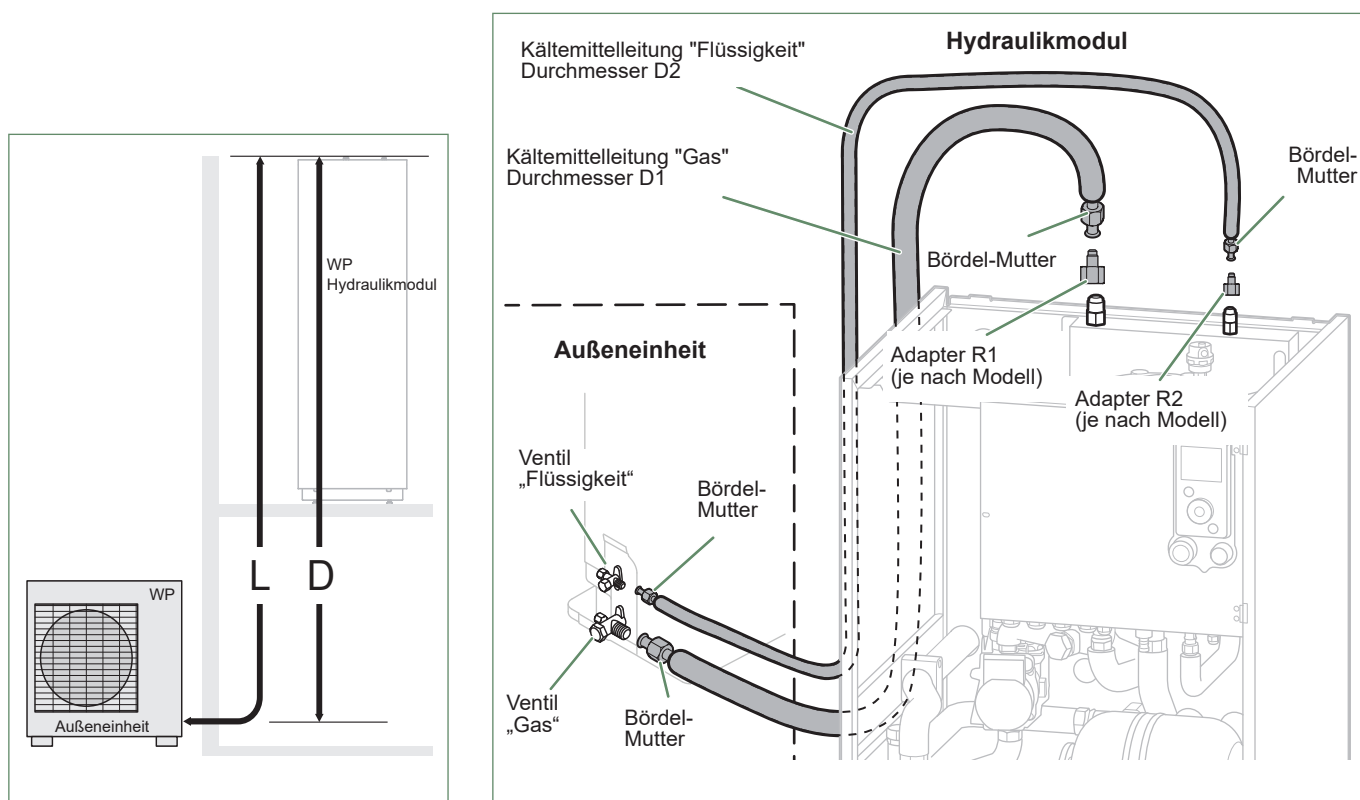

Abb. 32 - Anschluss der Kältemittelleitungen (zulässige Durchmesser und Längen)
- Je nach Fall einen Adapter (Reduzierstück) anbringen 1/4"- 3/8" oder 1/2"- 5/8" (siehe Abb. 32).